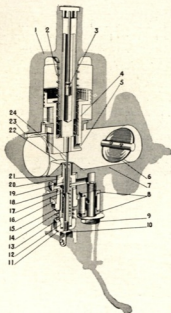

Fig. 2. Carburateur, position de fonctionnement.
La quantité du mélange carburant/air, qui arrive au moteur, est réglée à l'aide du papillon des gaz (6, fig. 2) dans le corps de carburateur (7), lequel est formé comme un canal mais sert aussi de carcasse aux différentes parties du carburateur.
La fusée-guide creuse pour le piston de la chambre de dépression est remplie d'huile et fait fonction d'amortisseur en collaboration du piston amortisseur (3, fig. 2). Le remplissage de l'huile doit être effectué régulièrement, par exemple à chaque vidange d'huile du moteur. Pour ceci, dévissez l'écrou sur le haut de la chambre à dépression, enlever cet écrou ainsi que le piston amortisseur et remplissez d'huile par le trou. Emplissez seulement la fusée de centre et non la partie au dessus de celle-ci. Employez de l'huile de moteur fine (SAE 5 W).